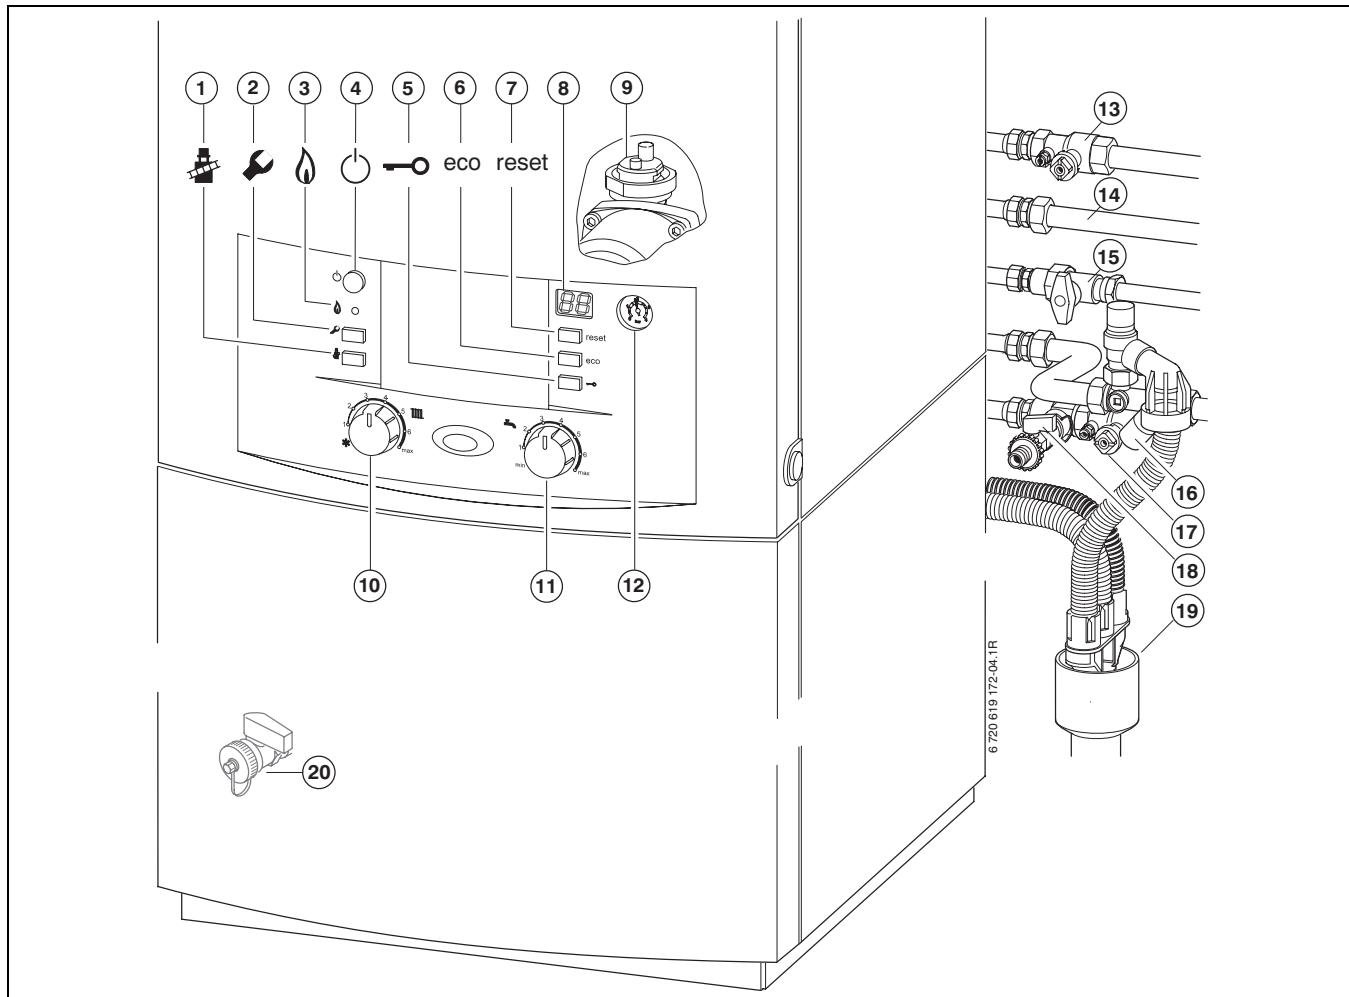

Bild 38
- Heizungsvorlaufhahn und Heizungsrücklaufhahn (→ Bild 38, [13] und [17]) öffnen.